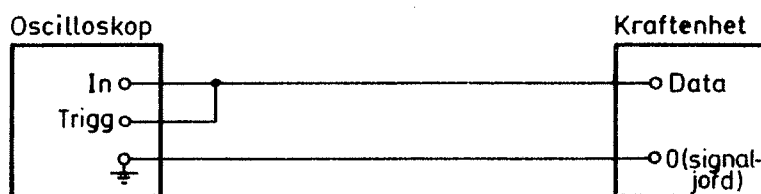

Bild 2.
3.9.2.1 Anslut oscilloskopet mellan mätuttagen DATA och 0 = signaljord inuti kraftenheten, bild 2.